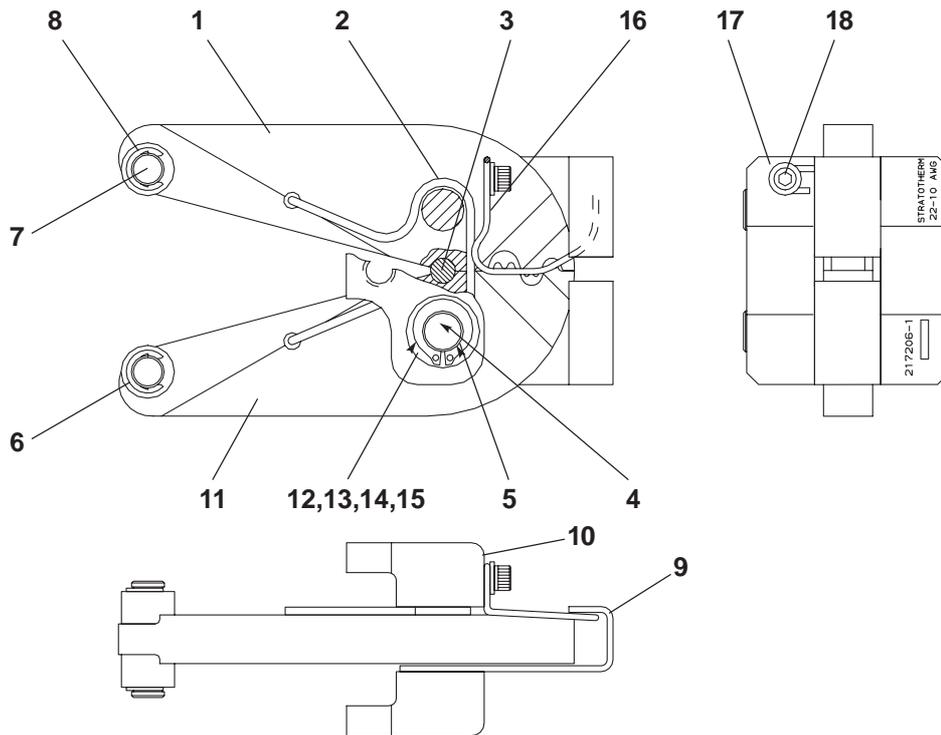

Bild 10 Ersatzteile
2. Vergewissern Sie sich, dass alle Komponenten vorhanden sind. Sollte ein Austausch erforderlich sind, siehe Bild 10, 11 und 12.